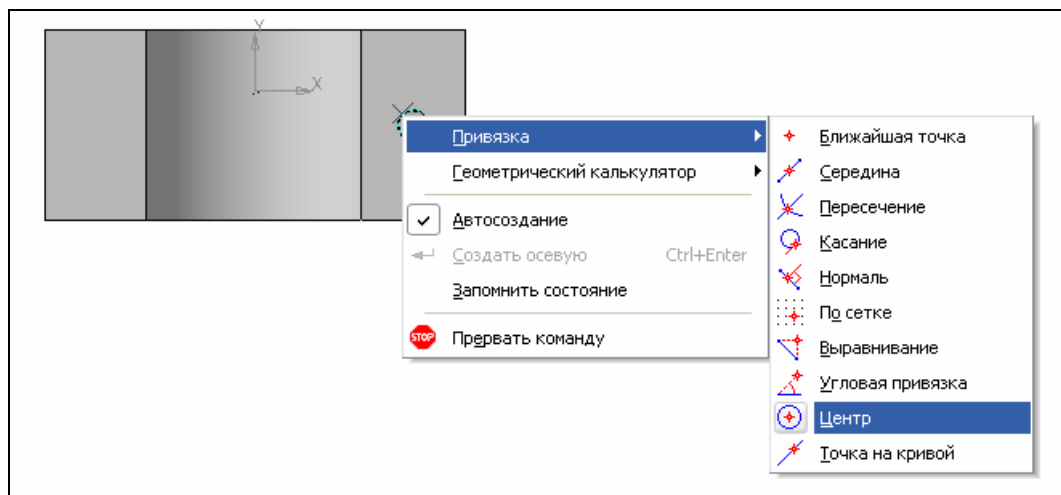

Рис. 4.37. Вызов локальной привязки
- ♦ постройте осевую линию паза. Для этого вызовите команду **Осевая линия по двум точкам** из панели **Обозначения**. При создании эскиза можно использовать локальную и глобальную привязки к объектам модели. Используем локальную привязку **Центр** к ребру модели, имеющему форму окружности (рис. 4.37).